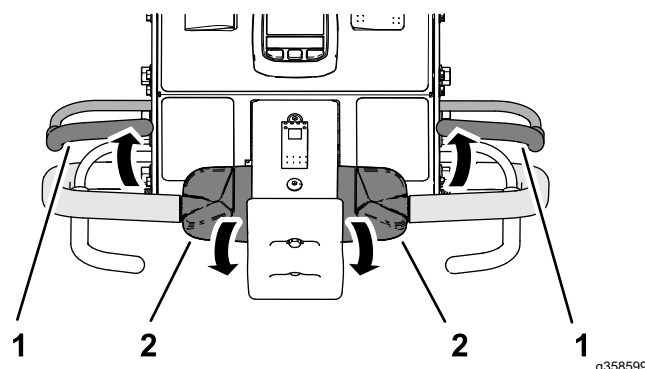

Figure 34
3. Tout en maintenant la commande de déplacement, relâchez la barre de présence de l'utilisateur (Figure 34).